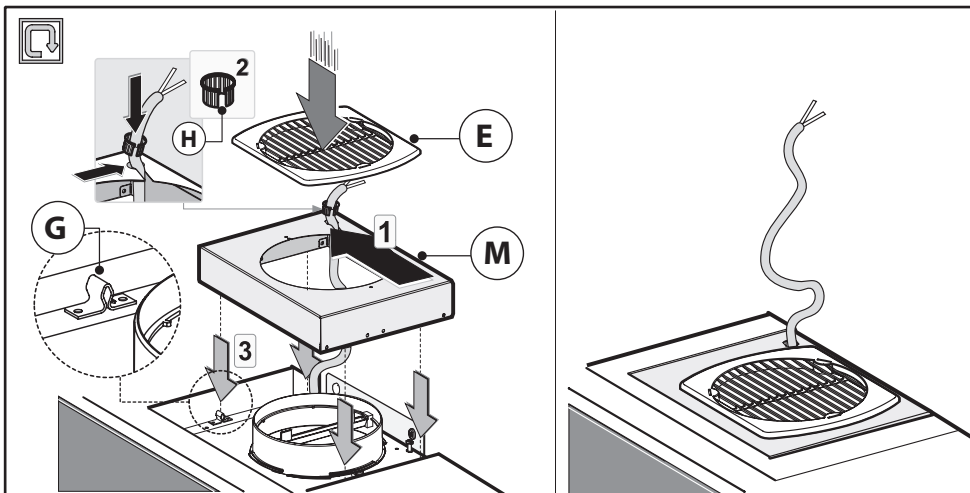

Fig.6
- Førløsløsningskablet gennem det splejsede øje på den lille kuppel **M**, som det angives på Fig.6.
- Sæt den kuppelformede del **M** og risten **E** på igen og sørg for at de hæfter sig perfekt på stifterne **G** (Fig.6).